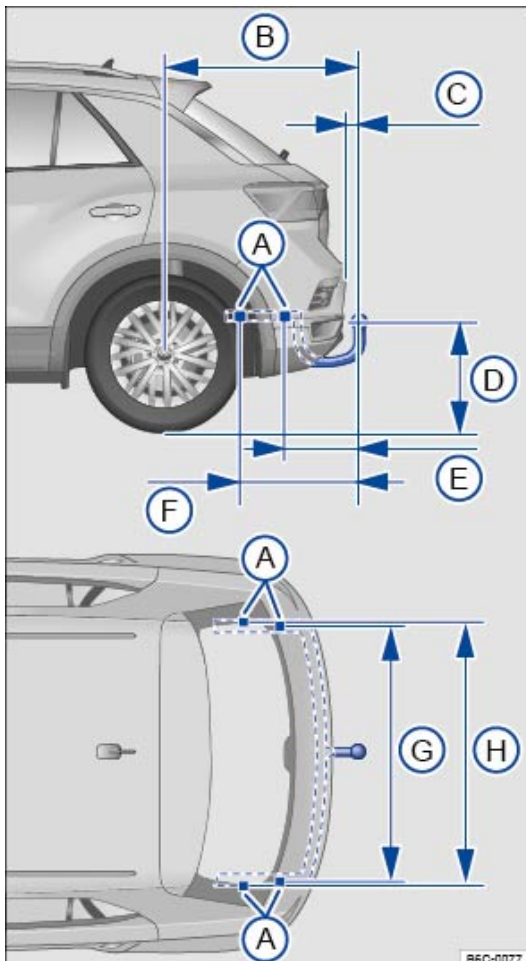

Fig. 157 Cotes et points de fixation pour l'installation d'un dispositif d'attelage en deuxième monte
En cas de montage ultérieur d'un dispositif d'attelage, respectez impérativement les cotes d'écartement ⇒ Fig. 157. Celles-ci ne doivent en aucun cas être inférieures à la plus petite cote indiquée pour l'écartement allant du milieu de la boule d'attelage à la chaussée ①. Ceci est également valable lorsque le véhicule est complètement chargé, poids sur flèche maximal compris.